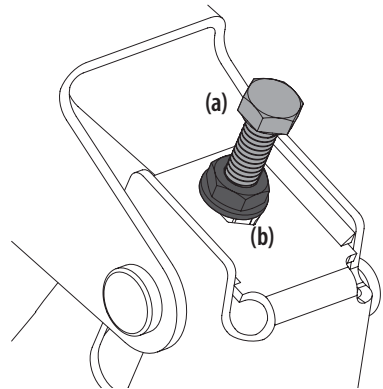

Figura 37
3. Ubique los pernos de ajuste (a) del lado izquierdo y derecho de la plataforma. Consulte la Figura 37.
4. Afloje pero no extraiga las contratuercas (b) en el perno de ajuste. Ajuste el perno de ajuste derecho o izquierdo arriba o abajo según sea necesario hasta que la altura de un lado a otro sea equivalente. Consulte la Figura 37.